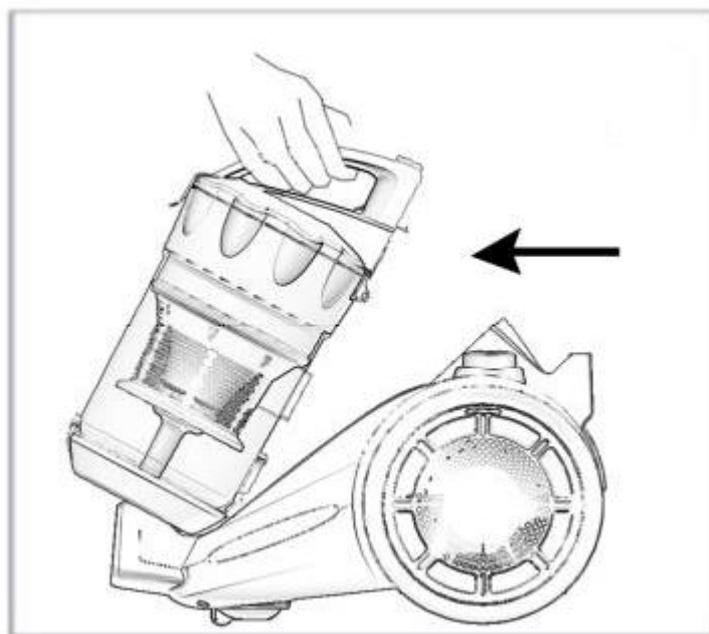

Рис.8
2. Вы можете достать пылесборник вместе с системой очистки с помощью ручки . Нажмите на кнопку блокировки и потяните контейнер на себя, держась за ручку. (Рис.8)